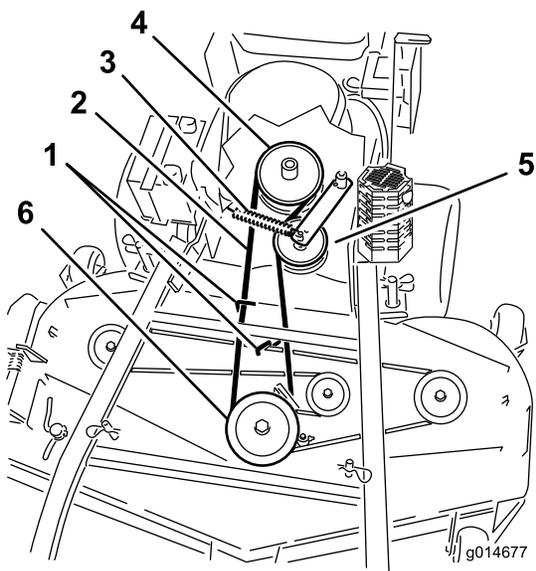

Figure 52
- Déchaussez la courroie de la poulie centrale du tablier de coupe (Figure 52).
- Retirez la courroie de la poulie de moteur et la poulie de tension rappelée par ressort (Figure 52).
- Placez une courroie neuve sur la poulie de moteur et la poulie de tension rappelée par ressort (Figure 52).
- Installez la courroie sur la poulie centrale du tablier de coupe (Figure 52).
- Réglez l'écartement entre le guide et la courroie à 3 mm (1/8 po) pour les tabliers de coupe de 122 cm (48 po) (Figure 52).